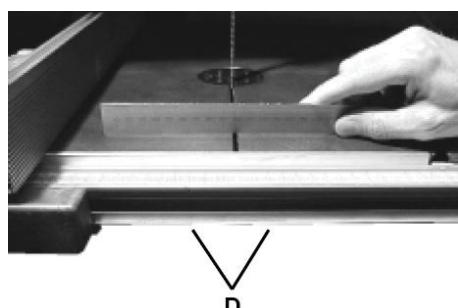

Рис.12
краю столу (див. Рис. 12).
- Якщо рівень показує, що є нерівність упоперек столу, необхідно відрегулювати стіл за допомогою двох гвинтів та стопорних гайок (постачаються із верстата), що розташовані у нижній частині напрямної (D) (Рис. 12).